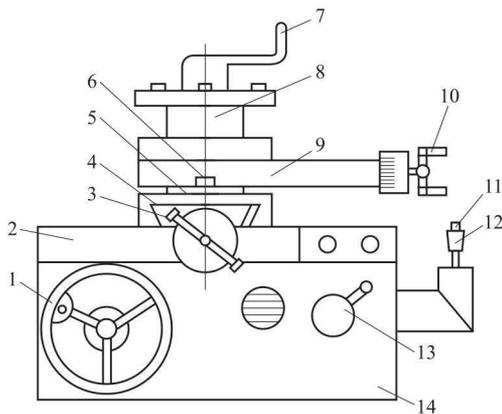

图 1-5 溜板箱结构
(2) 操作说明:
① 床鞍的纵向移动由溜板箱正面左侧的大手轮控制, 当顺时针转动手轮时, 床鞍向右运动; 逆时针转动手轮时, 床鞍向左运动。
② 中滑板手柄控制横向移动和横向进刀量。当顺时针转动手柄时, 中滑板向远离操作者的方向移动 (即横向进刀); 逆时针转动手柄时, 中滑板向靠近操作者的方向移动 (即横向退刀)。
③ 小滑板可做短距离的纵向移动。小滑板手柄顺时针转动, 小滑板向左移动; 逆时针转动小滑板手柄, 小滑板向右移动, 如图 1-5 所示。